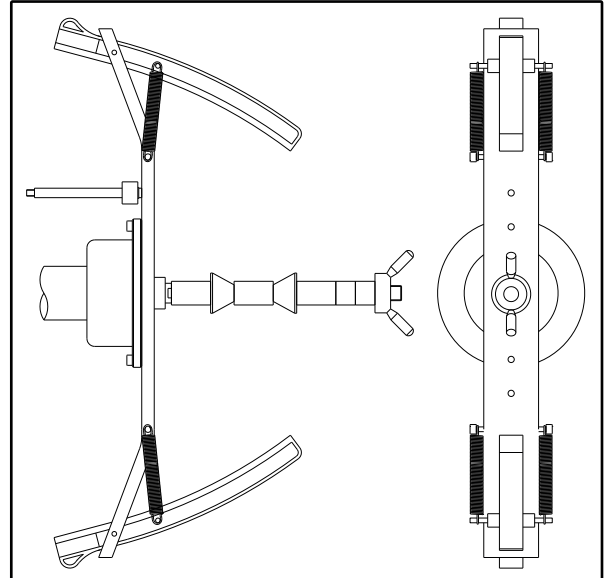

Abb. 11: Anbringen des Referenzgewichtes auf der Innenseite des Motorradflansches auf der Welle (Cal2-Phase)
8. Bringen Sie den Motorradflansch in eine perfekte vertikale Position, mit dem Kalibrierungsgewicht auf dem oberen Teil, wie in Abb. 11 gezeigt.